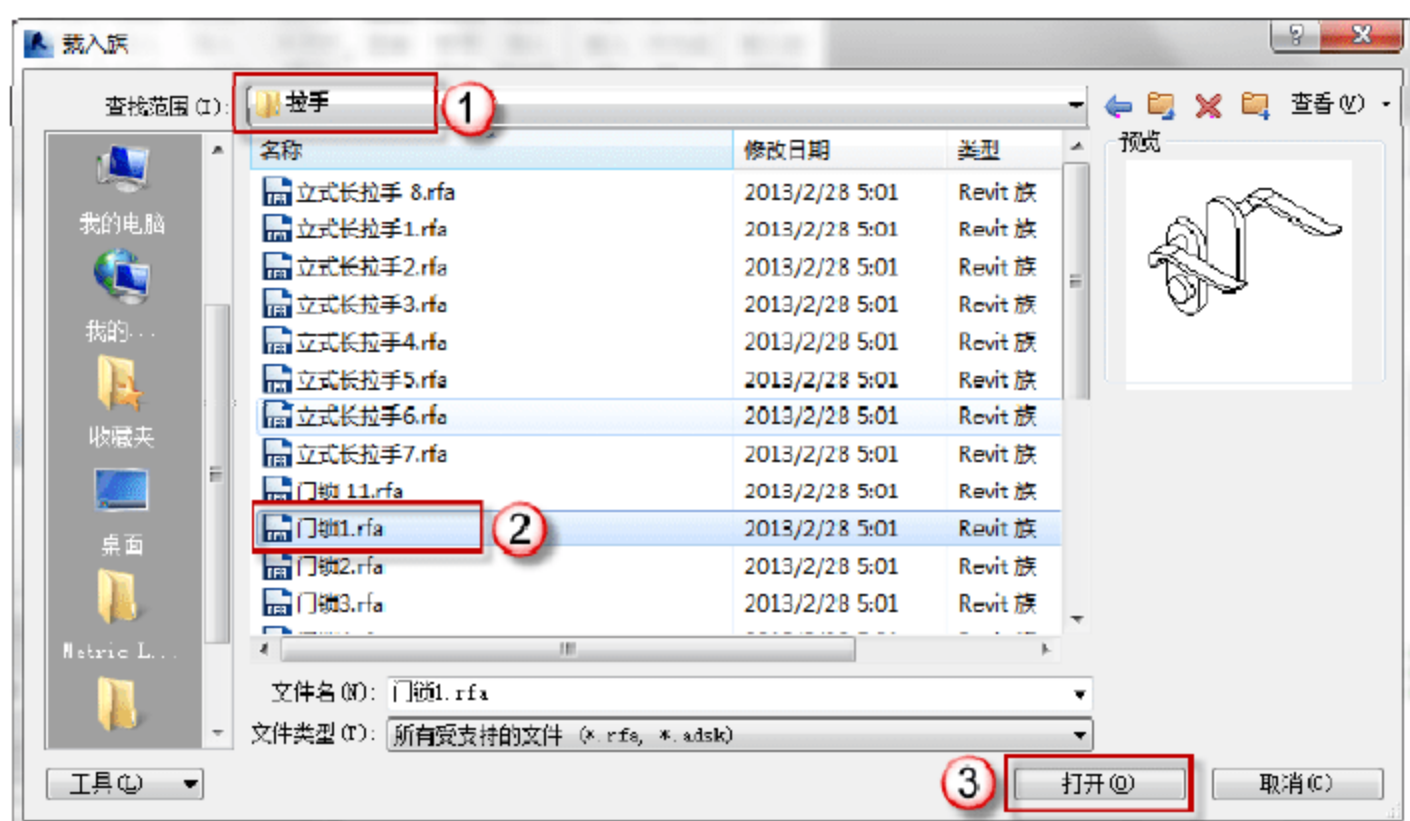

图 6.1.108 插入族“门锁 1.rfa”
(28) 载入族“门锁 1.rfa”。选择“项目浏览器”中的“楼层平面”→“参照标高”选项，进入门的参照标高视图。选择“插入”→“载入族”命令，弹出“载入族”对话框，打开“建筑”\“门”\“门构件”\“拉手”文件夹，选择“门锁 1.rfa”，单击“打开”按钮，如图 6.1.108 所示。